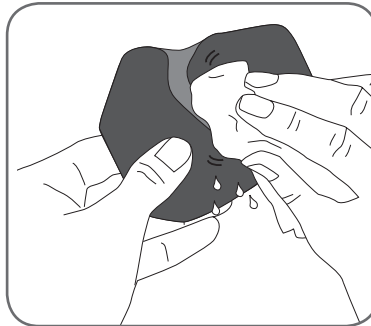

Abbildung 6-4: Abtupfen der großen Gewebeelektrode
4. Tupfen Sie überschüssiges Wasser von der großen Gewebeelektrode ab (siehe Abbildung 6-4).